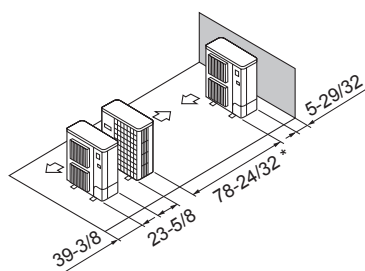

Fig. 2-16
- ⑤ Disposición en paralelo de unidades simples (Fig. 2-16)